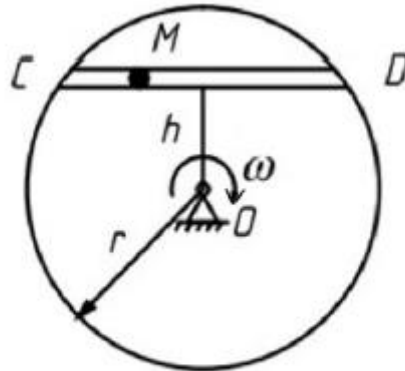

Рис. 2.2
2. Диск радиусом  $r = 32 \text{ см}$  вращается с постоянной угловой скоростью  $\omega = 2 \text{ рад/сек}$  вокруг оси, перпендикулярной к плоскости диска и проходящей через его центр. По прямолинейному пазу  $CD$  движется ползун  $M$  по закону  $s = CM = 2\sqrt{3}t^2$  ( $s$  – в см,  $t$  – в сек); расстояние паза от центра диска  $h = 16 \text{ см}$  (рис. 2.2). В момент,